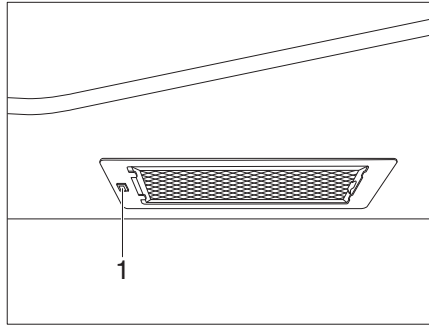

Bild 317 Spisfläkt
- Koppla till och från spisfläkten med brytaren (Bild 317,1).